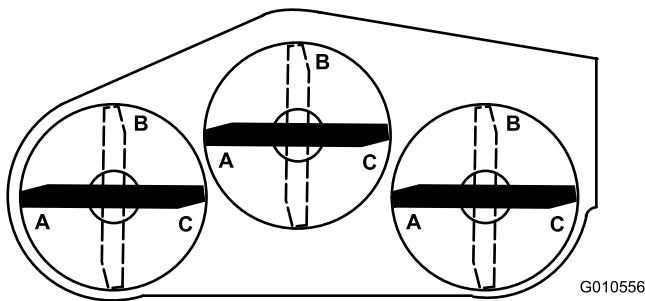
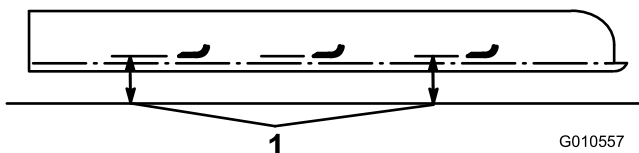

Figure 24
Figure 25
5. Placez les 3 lames dans la position A (Figure 24) et mesurez la distance entre la surface plane et le bas de la pointe de chaque lame (Figure 25).
6. Notez la mesure relevée au point A, puis tournez les lames à la position B (Figure 24), mesurez la distance entre la lame et la surface plane pour toutes les lames, et notez ces valeurs (Figure 25).
7. Tournez les lames à la position C, mesurez, puis notez la distance mesurée (Figure 24 et Figure 25).